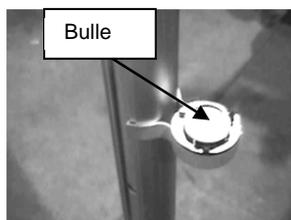
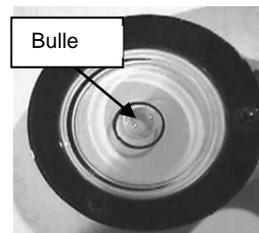

Figure 16
Figure 17
15. Avant de serrer le poteau du Système Easytrack contre le plafond, vérifiez avec le niveau avec clip pour vous assurer que la bulle est au centre du cercle. Inclinez le poteau jusqu'à ce que la bulle atteigne le centre du cercle (voir la Figure 16 et la Figure 17).